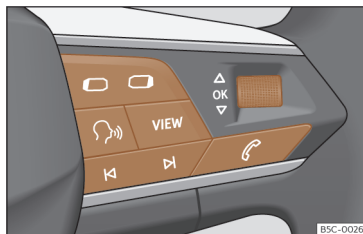

Fig. 8 Lado direito do volante multifunções: botões para utilizar os menus e as indicações informativas do painel de instrumentos (segundo versões).
Enquanto existir uma advertência com prioridade 1 >>> **Página 21**, não será possível acessar a nenhum menu. Algumas advertências podem ser confirmadas e ocultadas com o botão **OK** do volante multifunções >>> **Fig. 8**.
- Se aparecer uma mensagem ou o pictograma de um veículo, pressione o botão **OK** >>> **Fig. 8**; se for necessário, várias vezes.